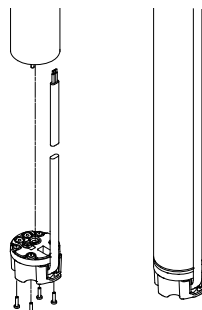

Fig. 8
4. Insira a ficha terminal na tomada do motor. Devido à sua forma não é possível ligar a ficha de forma incorrecta, ver fig. 8.
5. Monte e aperte os quatro parafusos (1 - 1,5 Nm), ver fig. 8.